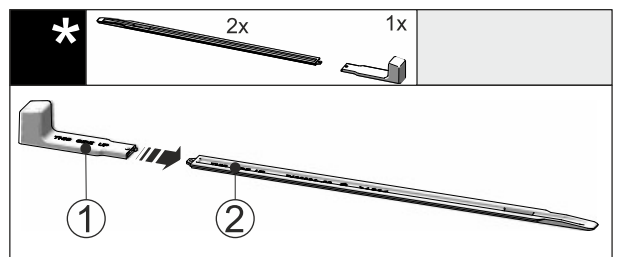

Fig. 50
- ▶ Вставте монтажну ручку Fig. 50 (1) на вирівнювальну рейку Fig. 50 (2).